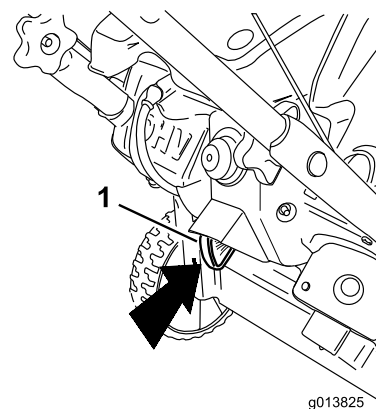

Figure 12
1. Enfoncez complètement la clé de contact à la position CONTACT (Figure 12).